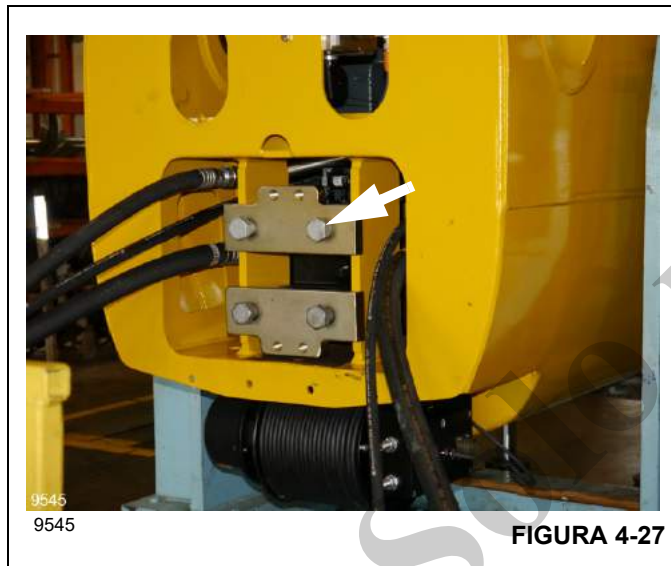

FIGURA 4-27
1. Conecte una tira a la sección telescópica 1 y, luego, con un dispositivo de levante elevado u otra grúa, levante la sección telescópica 1 para que puedan instalarse las tiras (66), los sujetadores (33) y las placas deslizantes (30, 31, 32).
6. Fije las tiras y las almohadillas de desgaste con las placas (36).
7. Suba e ingrese a la sección de base y retire las bandas de amarre que sujetan las mangueras del cilindro. Pase las mangueras hacia afuera de la parte trasera de la sección de base como se muestra en Figura 4-27.
8. Fije el cilindro telescópico con los cuatro pernos de retención del cilindro (Figura 4-27) y las dos placas retendedoras.